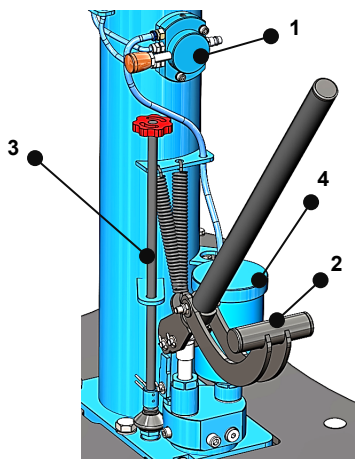
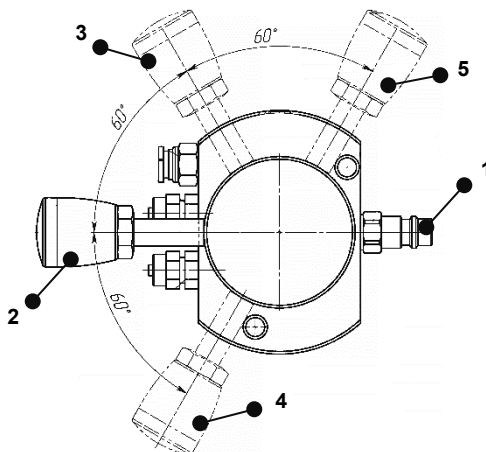

Рис.1 (для модели РП)
Рис.2 (для модели П, РП)
5.1 Присоедините пневмошланг линии сжатого воздуха к штуцеру пневмораспределителя (Рис.1 поз.1, Рис.2 поз.1). Рабочее давление линии сж. воздуха 6-10 бар.
5.2 Убедитесь, что клапан сброса давления (Рис.1 поз.3) закрыт (по ЧС). Для быстрого подвода штока, переместите ручку распределителя из нейтрального положения 2 в положение 3 (Рис. 2). Достигнув нагрузки верните ручку в нейтральное положение 2 (Рис.2).
5.3 При помощи ручного (ножного) насоса (Рис.1 поз.2) осуществите подъем транспортного средства или иного груза. При наличии пневмогидравлического двигателя (Рис.1 поз.4) подъем под нагрузкой может осуществляться перемещением ручки распределителя из положения 2 в положение 5 (Рис. 2), достигнув нужной высоты переведите ручку распределителя в нейтральное положение 2 (Рис. 2).
5.4 Для возврата штока откройте клапан сброса давления против ЧС (Рис.1 поз.3) и переместите ручку распределителя из положения 2 в положение 4 (Рис.2). После полного возврата штока переведите ручку распределителя в нейтральное положение 2 (Рис.2) и отключите подъемник от линии сжатого воздуха.